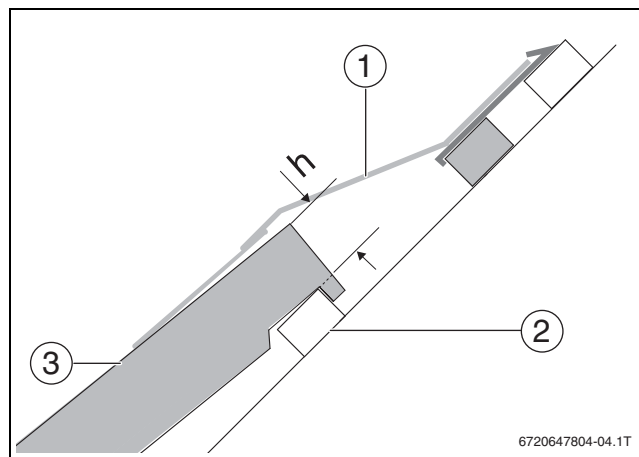

Рис. 26 Размер h
- Проверьте, чтобы высота кровельного покрытия не превышала максимально допустимое значение (→ рис. 26 и таб. 18, размер h).